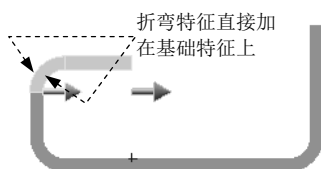

图 10.2.22 折弯在外
- ☑ “折弯在外”按钮 ：把折弯特征直接加在基础特征上来创建材料，而不改变基础特征尺寸，如图 10.2.22 所示。